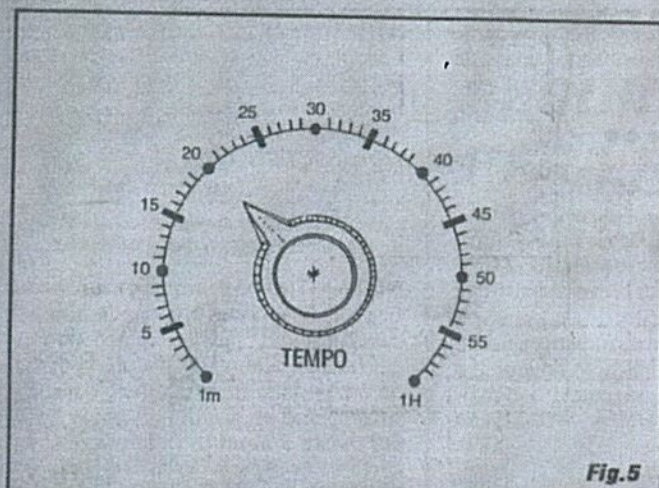

Fig. 5
- FIG. 5 - ORGANIZAÇÃO GERAL DO DIAL DO POTENCIÔMETRO DE TEMPO... - As figuras 5 e 6 devem ser observadas e consideradas em conjunto, com o Leitor/Hobbysta também acompanhando com atenção as seguintes explicações e sugestões... Para a organização geral do *dial* (marcações graduadas...) a ser fixado sob a área de giro do eixo do potenciômetro, a FIG. 5 dá uma boa idéia (não forçosamente para ser usada como "gabarito" para a demarcação definitiva do *dial*, mas para uma visão prática de "como deve ficar a coisa"...). Com o Tempo mínimo em torno de 1 minuto e o máximo de pouco mais de 1 hora, as demais divisões poderão (graças à curva linear do potenciômetro utilizado...) ser facilmente "arbitradas" em marcações angulares proporcionais, enfatizando-se as marcas correspondentes a intervalos de 10 minutos e de 5 minutos (e com pequenas divisões intermediárias, correspondentes a intervalos de 1 minuto, também opcionalmente demarcadas...). Usando-se um transferidor ("medidor de ângulos") o Leitor/Hobbysta não encontrará grandes dificuldades em dividir proporcionalmente o arco de giro normal do eixo do potenciômetro (pela norma, 270°...). Mais alguns pontos importantes: para boa visualização e maior conforto por parte da pessoa que usa o TEMCU, convém elaborar o *dial* tão grande quanto "caiba" no painel frontal do *container* adotado (mais detalhes na próxima figura...), e dotar o potenciômetro de um *knob* do tipo "indica-
De posses desses dois importantes pontos de referência (ponto máximo ou de 1 hora, e ponto central ou de 30 minutos...) ficará bem mais fácil e precisa a marcação/divisão do restante do arco da escala, conforme sugere a FIG. 5...